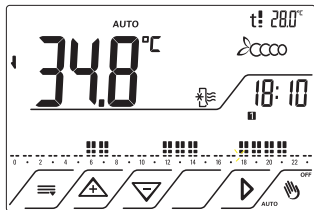
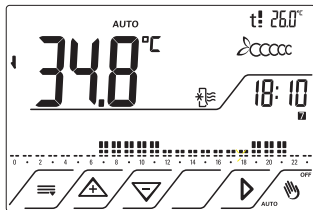

Fig.7
Fig.8
- Programma di Raffrescamento per i giorni da Lunedì a Venerdì fig.7; per il Sabato, e Domenica fig.8: